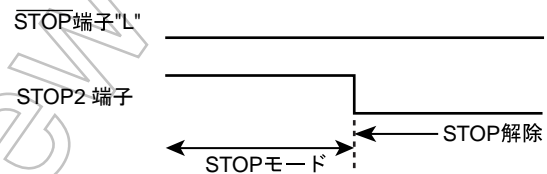

図 13-3 STOP 端子と STOP2 ~ STOP5 端子の優先順位
- 注 6) STOP2 ~ STOP5 入力によって STOP モードを解除する ("L" レベル) 場合は、STOP モード中  $\overline{\text{STOP}}$  端子を必ず "L" レベルに固定してください。(図 13-3)